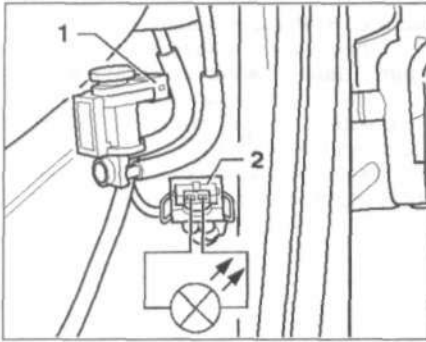

Рис. 6.63. Отсоедините двухконтактный разъем проводки 2 от клапана рециркуляции отработавших газов 1.
- отсоедините двухконтактный разъем проводки 2 от клапана рециркуляции отработавших газов 1 (рис. 6.63);